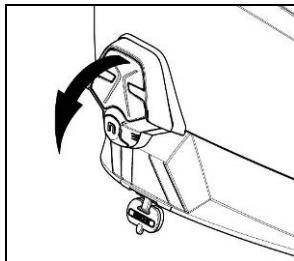

Fig. 10
- Verwijder het licht ESS van de kap (Fig. 10).